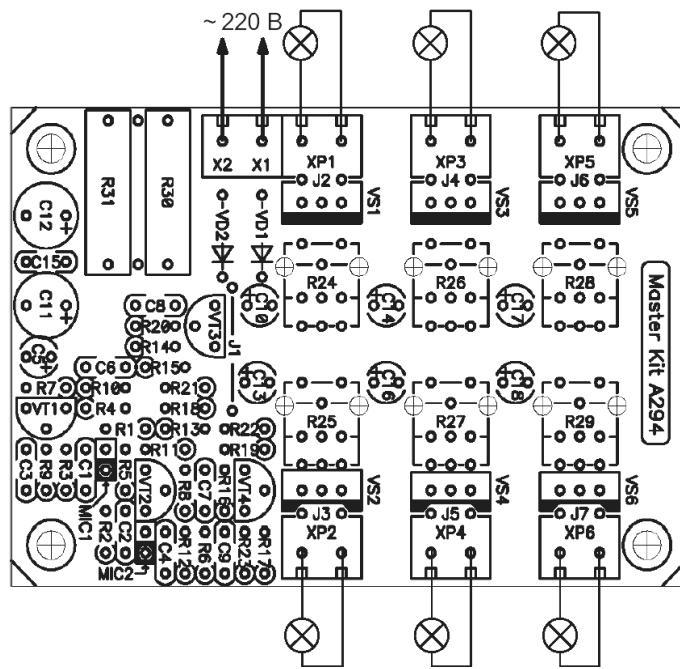

Рис.4 Расположение элементов на печатной плате
- отформуйте выводы радиоэлементов и установите их в соответствии с монтажной схемой (**рис.4**) в следующей последовательности: сначала малогабаритные, затем все остальные элементы.